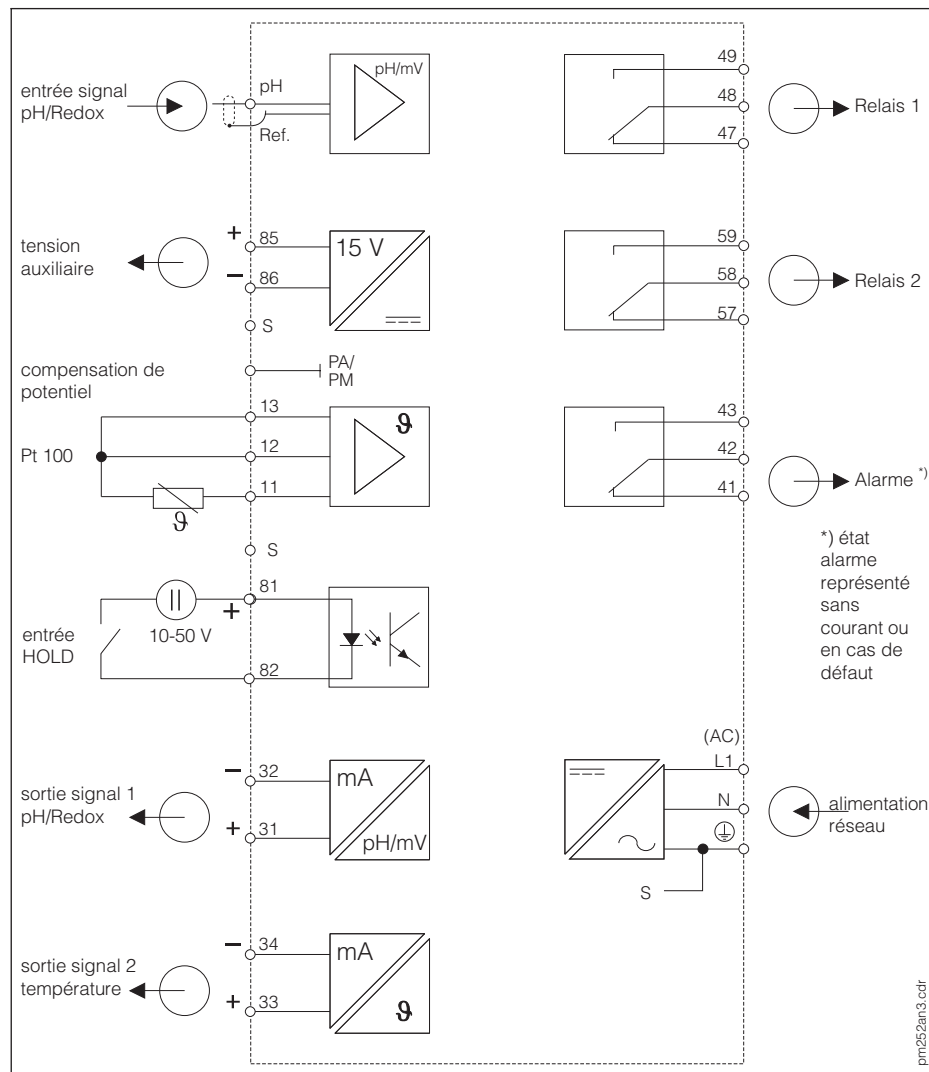

Fig. 4.6 Raccordement électrique du Liquisys CPM 252
- Faites les autres raccordements en vous référant à la fig. 4.6 ;